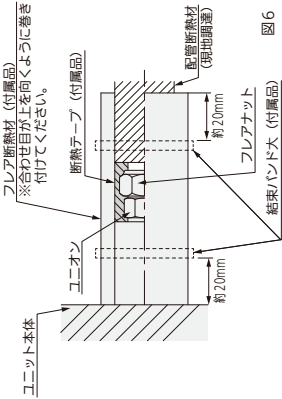

図 6
6. 冷媒配管工事②
- 図 6 に従って液管・ガス管とも、断熱してください。フレアナット部に断熱テープ (付属品) を巻き付けてください。配管接続部にはフレア断熱材 (付属品) を隙間がないように巻き付け、結束バンド (付属品) で締め付けてください。結束バンドの余分な部分は切断してください。